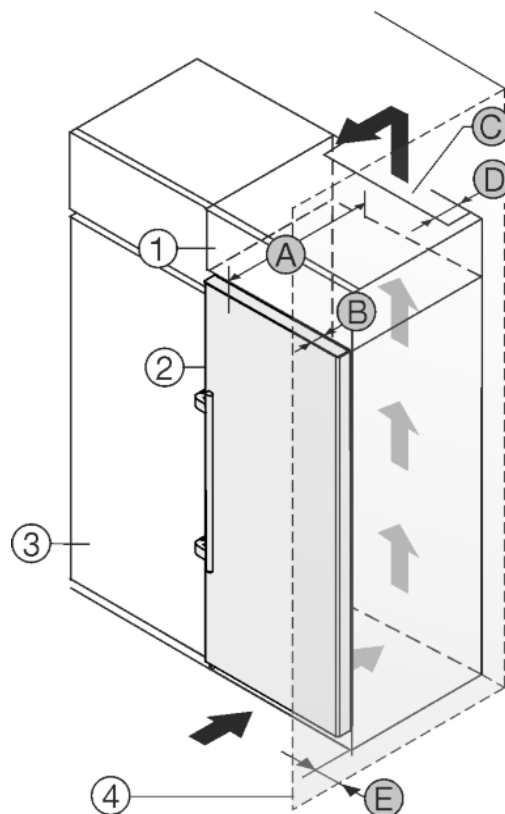

Fig. 30
L'appareil peut être réagencé avec des buffets de cuisine. Pour adapter l'appareil Fig. 30 (2) à la hauteur du coin cuisine, une rehausse Fig. 30 (1) peut être posée sur l'appareil.
L'appareil peut être installé directement à côté du buffet de cuisine Fig. 30 (3). Pour pouvoir ouvrir complètement les portes, l'appareil doit déborder de la profondeur Fig. 30 (B) par rapport à la façade du buffet. L'appareil peut déborder encore plus en fonction de la profondeur des buffets et de l'utilisation de cales d'épaisseur.
- Une sortie d'air avec la profondeur *Fig. 30 (D)* doit être présente au dos de la rehausse sur toute sa largeur.
- La section de ventilation *Fig. 30 (C)* sous plafond doit être respectée.
Si l'appareil avec les charnières est installé près d'une paroi *Fig. 30 (4)*, la distance *Fig. 30 (E)* entre l'appareil et la paroi doit être respectée. Ceci correspond à la saillie de la poignée avec la porte ouverte.